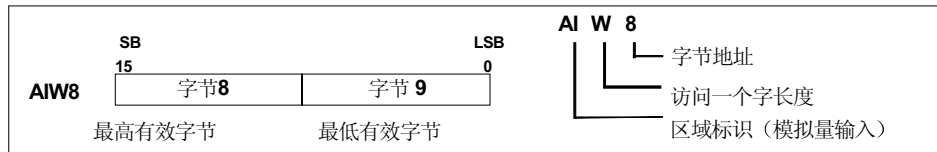

图 5-5 存取模拟量输入值
S7-200 将现实世界的模拟值 (如温度或电压) 转换成1个字长 (16 位) 的数字量。可以用区域标识符 (AI)、数据长度 (W), 及字节的起始地址来存取这些值。如图 5-5 所示, 因为模拟输入量为 1 个字长, 且从偶数字字节 (如0.2, 4) 开始, 所以必须用偶数字字节地址 (如 AIW0, AIW2, AIW4) 来存取这些值。模拟量输入值为只读数据。